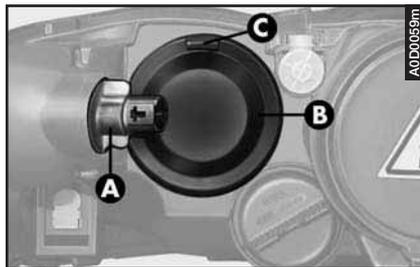

fig. 29
– Ruotare in senso antiorario e sfilare il portalampada (**A-fig. 29**) della freccia, senza staccare il connettore, per aumentare lo spazio di manovra.